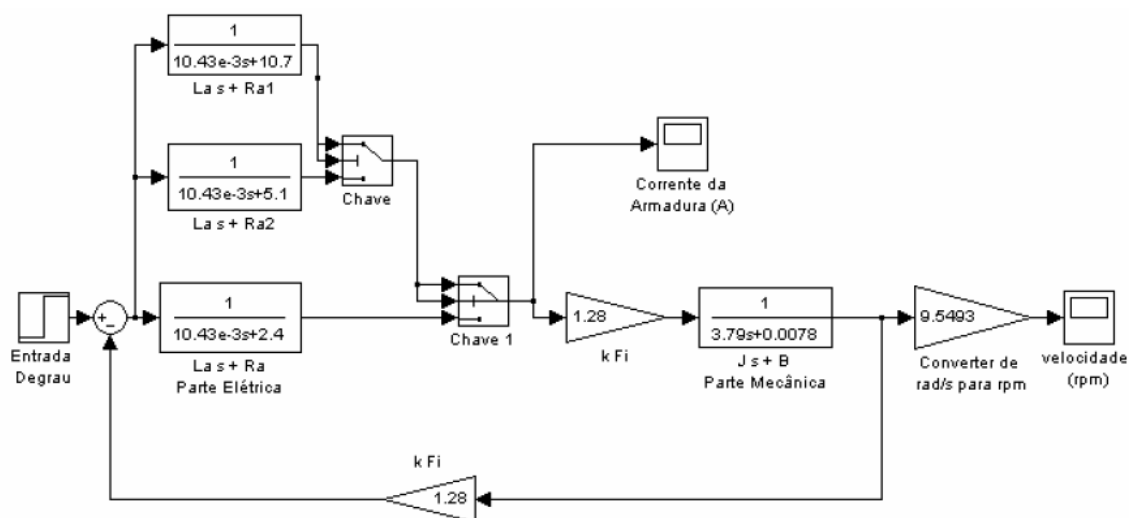

Figura 8 - Diagrama em blocos com inclusão de resistor de partida em dois estágios: $8,3 \Omega$ e $4,14 \Omega$
- p) Repita o procedimento do item 17, mas deixe o resistor de partida no circuito até a corrente de armadura cair a 5 A. Obtenha os gráficos de corrente de armadura x tempo e velocidade do rotor x tempo.
- q) O modelo mostrado na figura 8 inclui um resistor de partida com dois estágios: $8,3 \Omega$ e $4,14 \Omega$. Trace $I_a \times t$ e $w \times t$. Comente os resultados obtidos.